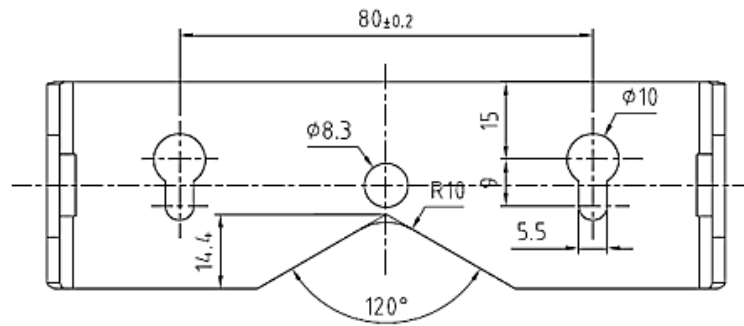

Figura 2-7: Modelo de Padrão de Orifício para os Suportes de Montagem
3. Marque a posição dos orifícios de montagem do suporte na superfície em que o terminal será montado usando as dimensões mostradas na Figura 2-7, ou elevando o terminal até a superfície e marcando orifícios de suporte.